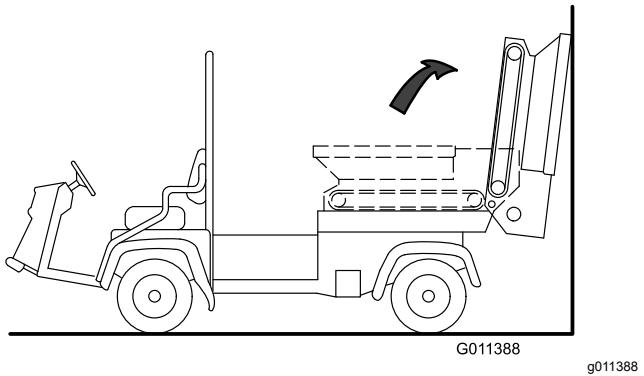

Figura 32
3. Fate ruotare all'indietro la tramoggia e appoggiate la parte posteriore della macchina contro una parete, un palo, una scala ecc. (Figura 32).
Accertatevi che la tramoggia sia ruotata oltre il centro e/o fissata a una parete o a un palo per evitarne la caduta accidentale sull'area di lavoro (Figura 32).
3. Abbassate la tramoggia sulle guide del telaio scorrevole facendo molta attenzione; fate riferimento alla Figura 32 di **Smontaggio del pianale scorrevole** (pagina 23)